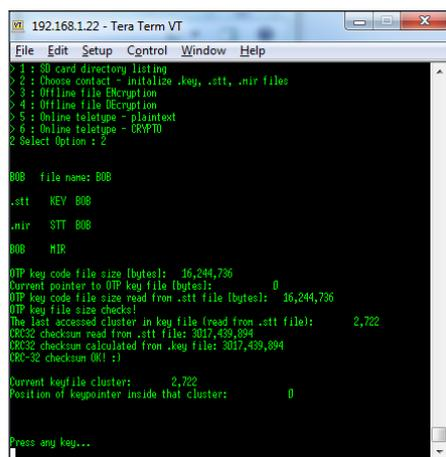

Figure 5. Entrez '2' pour saisir le nom d'un contact.
5. Elle choisit le ou les destinataires du fichier codé. Il suffit de saisir le ou leurs noms, les extensions seront automatiquement ajoutées aux fichiers (NAME.KEY, NAME.STT, NAME.MIR, **fig. 5**).